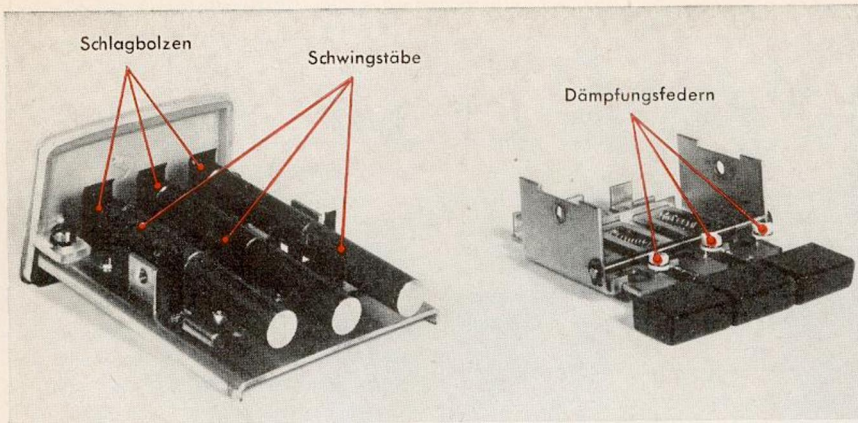

Bild 3: Der einfache mechanische Aufbau mit den drei Schwingstäben zeigt sich besonders deutlich, wenn die Tastenhalterung gelöst wird.
Im Kippteil fallen die neuartige Schaltung für den Zeilen- und Bildgenerator und die automatische Zeilen-Synchronisation besonders auf. Der Phasen- und Frequenzdiskriminator für die Zeilensynchronisation ist in den Geräten „Hanseat“ und „Colonel“ nicht mit Germanium- oder Röhrendioden, sondern mit den beiden Trioden ECC 82 bestückt. Dem Schaltungsausschnitt in Bild 3 kann man entnehmen, daß die beiden Steuergitter der Trioden über den Widerstand R 614 den positiv gerichteten Rücklaufimpuls der Zeilenendstufe erhalten. Auf den ersten Blick erkennt man, daß die beiden Trioden während des Rücklaufes „weit“ aufgerissen“, d. h. durch die positive Ansteuerung des Gitters weit geöffnet werden. Je nach Phasen- oder Frequenzlage des über den Anschlußpunkt 68 der Leiterplatte Kippteil an den Diskriminator gelangenden differenzierten Senderimpulses zu den Vergleichsimpulsen entsteht am Ausgang des Diskriminators eine Regelspannung, die das Gitter 3 der Zeilengeneratortöhre E (C) H 84 ansteuert. Die Regelspannung des Diskriminators verschiebt den mittleren Anodenstrom des Heptodensystems und verlagert damit je nach Zustand der Synchronisation die Anodenspannung.
Auch für den Vertikal-Generator wurde eine Schaltung gewählt, die mit einem großen Fangbereich (7 Hz) arbeitet, so daß sich auch der Regler „Bild“ an der Frontseite des Empfängers erübrigt. Bei näherem Betrachten kann man aus Bild 3 ersehen, daß der Generator ebenfalls als Multivibrator geschaltet ist. Ganz besonderer Wert wurde auf die Stabilisation der Bildhöhe und der Grundfrequenz des Multivibrators gelegt. Zu diesem Zweck sind der spannungsabhängige Widerstand V 712 und der NTC-Widerstand V 710 vorgesehen. Die durch die Stabilisation der Boosterspannung ohnehin schon nur noch geringfügig schwankende Anodenspannung am Anschlußpunkt 60 der Leiterplatte Kippteil wird durch V 712 hinter dem Vorwiderstand 820 K Ω konstant gehalten. Den Ausgleich der unterschiedlichen Betriebszustände durch die langsame Erwärmung des Gerätes übernimmt der NTC-Widerstand V 710, dessen Wirkung durch den sowieso vorhandenen zweiten NTC-Widerstand in der Ablenkeinheit noch unterstützt wird.